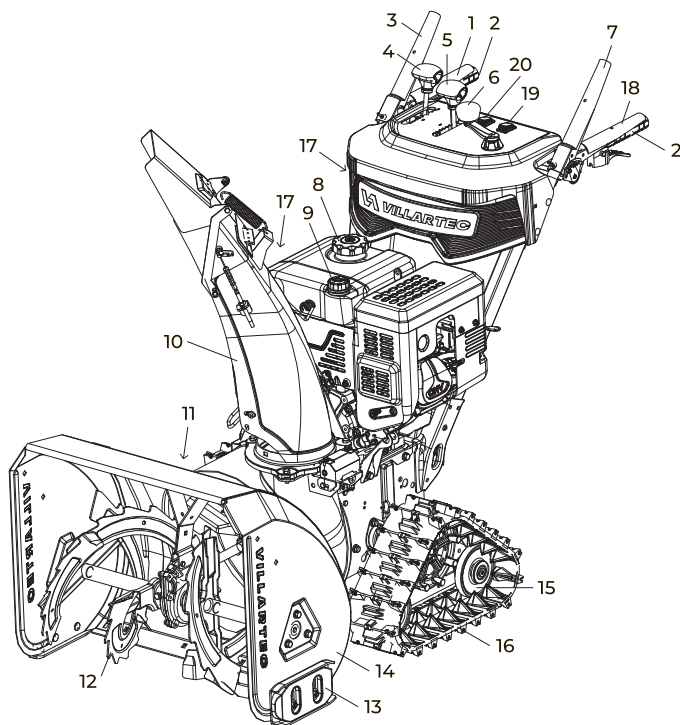

Рис. 2
4.2 Элементы управления и компоненты гусеничного снегоборщика (рис. 2)